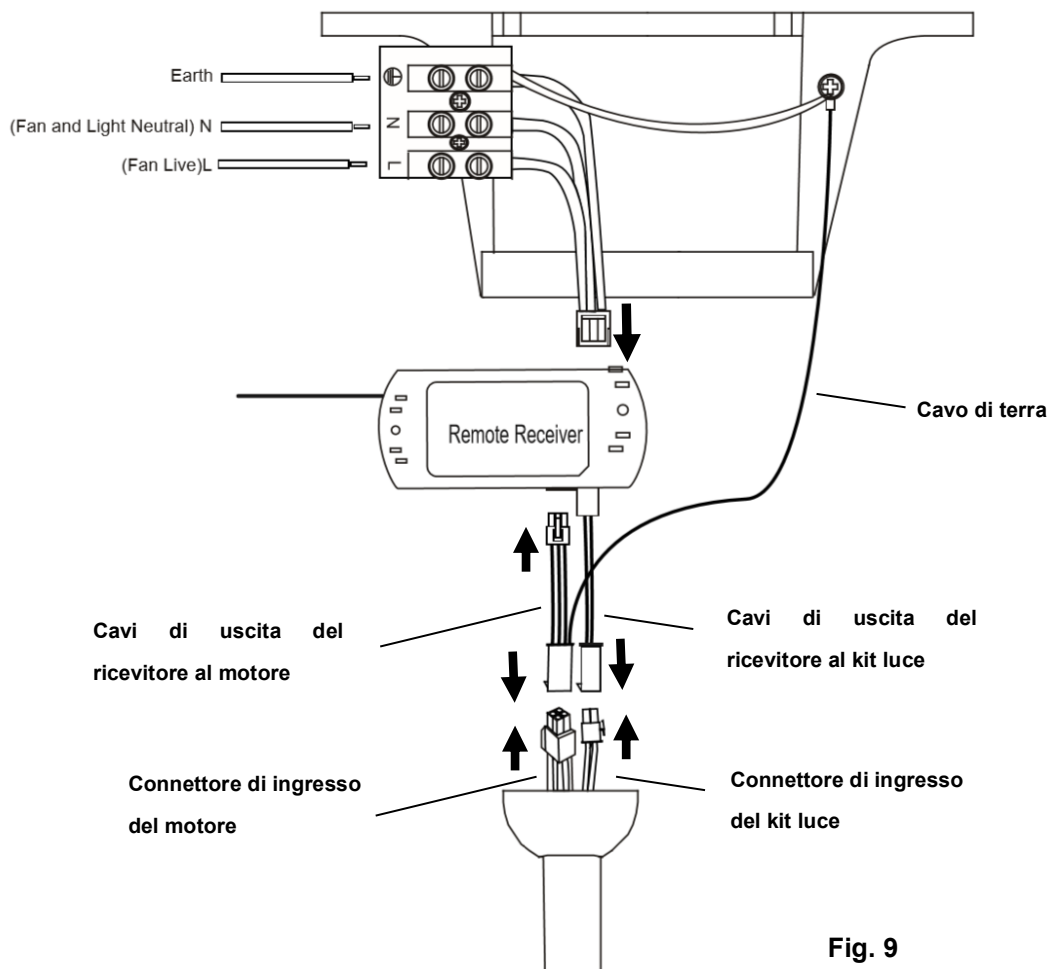

Fig. 9
PREPARAZIONE E INSTALLAZIONE DEI CAVI ELETTRICI - SCHEMA DI DIAGRAMMA (FIG. 9)
Dall'impianto elettrico alla morsettiere sulla staffa di supporto (Fig. 9)
Dalla staffa di supporto al ricevitore e al motore (Fig. 9)
5. Collegare i cavi di uscita dal driver motore/ricevitore (dalla staffa di supporto con cavo di terra) all'uscita del driver motore/ricevitore (Fig. 9). Collegare i cavi di uscita del driver motore/ricevitore con cavo di terra (dalla staffa di supporto con cavo di terra) all'ingresso del motore del ventilatore (Fig. 9).